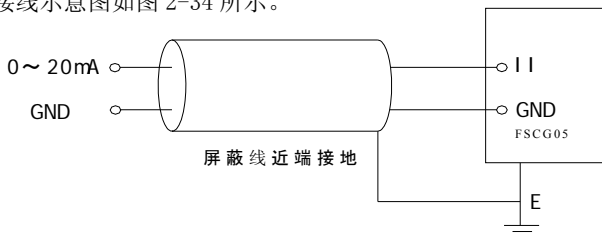

图 2-34 II 端子模拟信号输入接线示意图
2.12.3 II 端子接受模拟信号 (0~20mA) 输入, II 端子模拟信号输入接线示意图如图 2-34 所示。